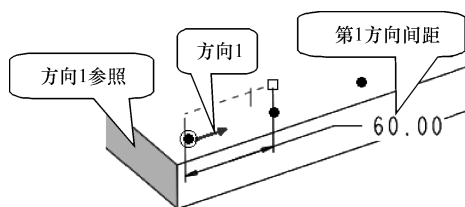
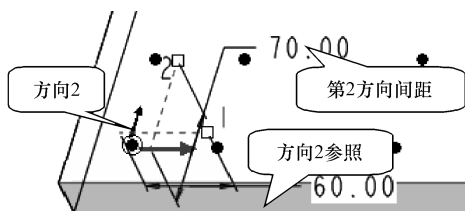

图 8-34 设置方向 1
图 8-35 设置方向 2
- (1) 打开文件“liti8-5. prt”。
- (2) 选中底板上的沉头孔。
- (3) 单击【编辑特征】工具栏中的【阵列】按钮，消息区弹出【阵列】操控板。
- (4) 在对话框的【阵列方式】下拉列表框中选择【方向】选项。
- (5) 激活对话框中【方向 1】的【方向参照】收集器，选择底板左侧面作为方向参照，单击对话框中的【反向第 1 方向】按钮，在图形区红色箭头反向，指向模型右侧，并在方向上出现数字“1”，如图 8-34 所示。
- (6) 在对话框的【实例数量】文本框中输入“5”，按〈Enter〉键确认。
- (7) 在对话框的【实例间距】组合框中输入“60”，按〈Enter〉键确认。
- (8) 在对话框中单击激活【方向 2】的【方向参照】收集器，选择底板前表面作为方向参照，在图形区单击黑色箭头，使之指向模型后侧，如图 8-35 所示。
- (9) 在对话框的【实例数量】文本框中输入“3”，按〈Enter〉键确认。
- (10) 在对话框的【实例间距】组合框中输入“70”，按〈Enter〉键确认。